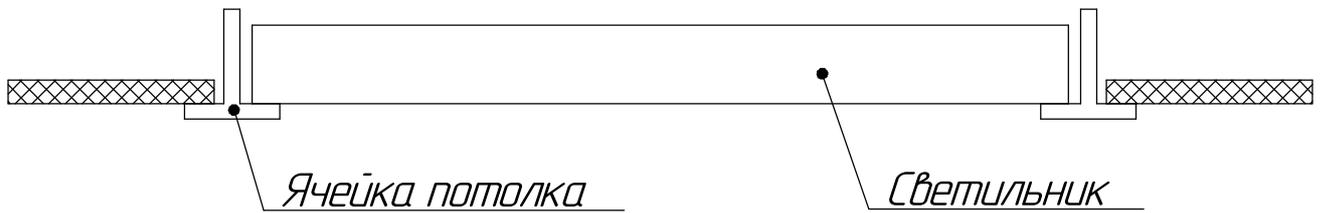

Рисунок 2 - Схема установки светильников
5.6 Установите светильник на опорную поверхность (рисунок 2).